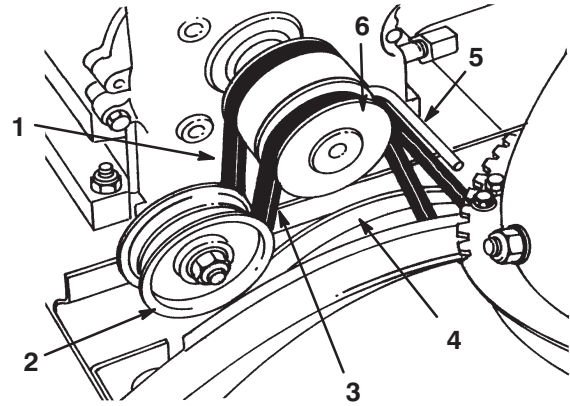

Bild 24
1. Bund-bolzen (2)
5. Lösen Sie die Riemenführung (Bild 24).
6. Den Antriebsriemen für Spindel/Gebläserad von der Motorscheibe und der großen Schnecke-/Gebläseradscheibe abnehmen (Bild 24).
11. Den Fahrtriebsriemen von der Motorscheibe und der großen Antriebsriemenscheibe abnehmen (Bild 24).
13. Legen Sie den Riemen vorne um die Motorscheibe. Achten Sie dabei darauf, dass sich der Riemen an der Innenseite der Riemensführung befindet (Bild 24).
18. Legen Sie den Antriebsriemen für Schnecke/Gebläserad um die große Riemenscheibe für Schnecke/Gebläserad und um die Motorscheibe. Achten Sie dabei darauf, dass sich der Riemen auf der Innenseite der Spannscheibe und Riemensführung befindet (Bild 24).
4. Lösen Sie die Riemenführung (Bild 24).
5. Den Antriebsriemen für Spindel/Gebläserad von der Motorscheibe und der großen Schnecke-/Lauf rad-scheibe abnehmen (Bild 24).
6. Montieren Sie an der großen Riemenscheibe der Schnecke/des Gebläserads einen neuen Riemen (Bild 24).
7. Legen Sie den Riemen um die Motorscheibe. Achten Sie dabei darauf, dass sich der Riemen an der Innenseite der Riemensführung befindet (Bild 24).